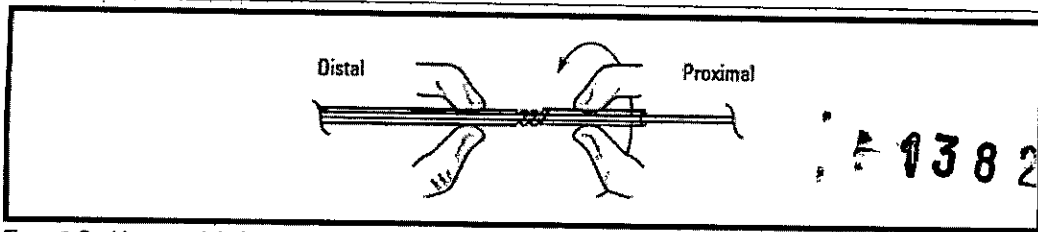

Figura 2. **Desbloquear** girándolo en sentido contrario a las agujas del reloj
2. **Para desbloquear** el mecanismo de cierre de giro de la vaina de introducción, pince con cuidado la vaina de introducción a ambos lados del mecanismo de cierre y gire el lado proximal hacia la izquierda (Figura 2). Esto libera el conjunto de la guía de introducción/espiral para moverlo libremente dentro de la vaina introductora.